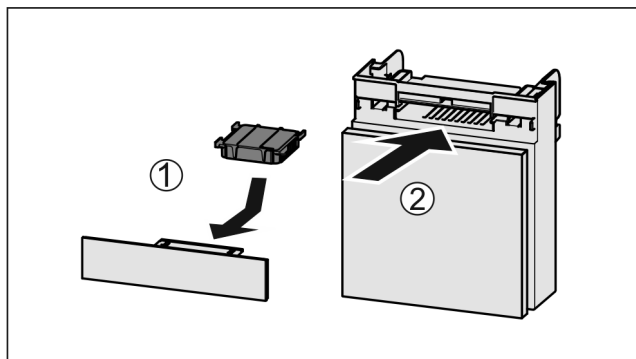

Fig. 165
- ▶ Aktivkohlefilter nach Abbildung einsetzen Fig. 165 (1).
- ▶ Fach einschieben Fig. 165 (2).